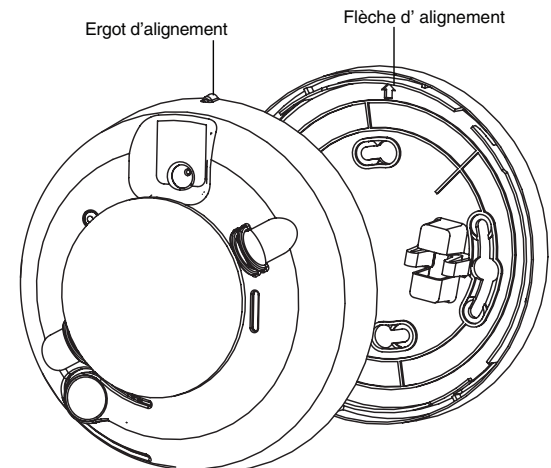

Figure 3. Alignement du détecteur de fumée sur la base de l'appareil
- Aligner l'ergot d'alignement situé sur la couronne de l'appareil sur la flèche d'alignement de la base. Voir la figure 3.